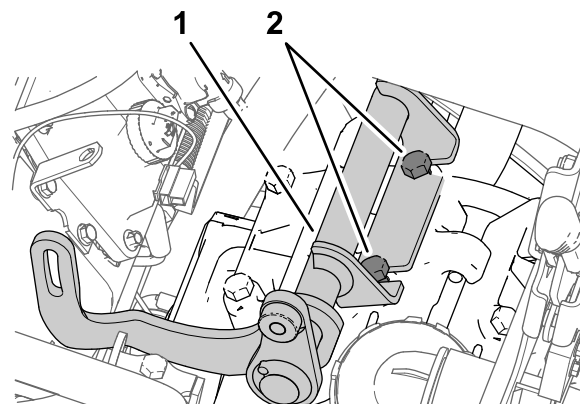

Рисунок 217
2. Установите кронштейн генератора между болтами, ослабленными при выполнении пункта 1, и головкой насоса Рисунок 217.